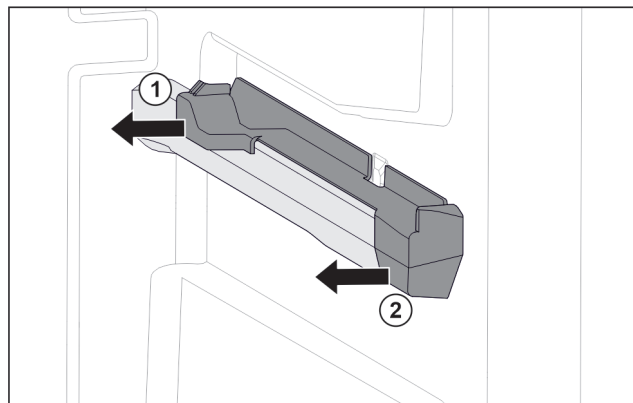

Fig. 55 Nasazovací díl na pravém žebrování na nádoby
- Stáhněte nasazovací díl vzadu na stranu. Fig. 55 (1)
- Stáhněte nasazovací díl vpředu na stranu. Fig. 55 (2)